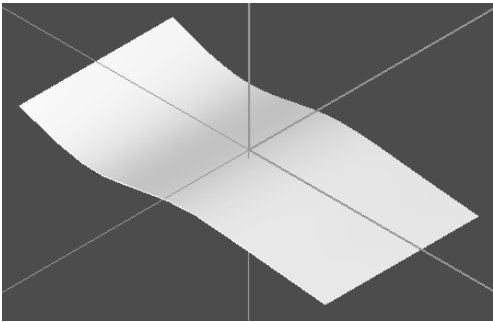

图 1-88 曲面流线 CAD 模型
- 4) 删除引导直线，单击“绘图”“下一页”“边界盒”，选择所有的图素，产生边界盒。平移所有的图素，使其从存在的中心点移动到原点，删除所有的直线，结果如图 1-88 所示。